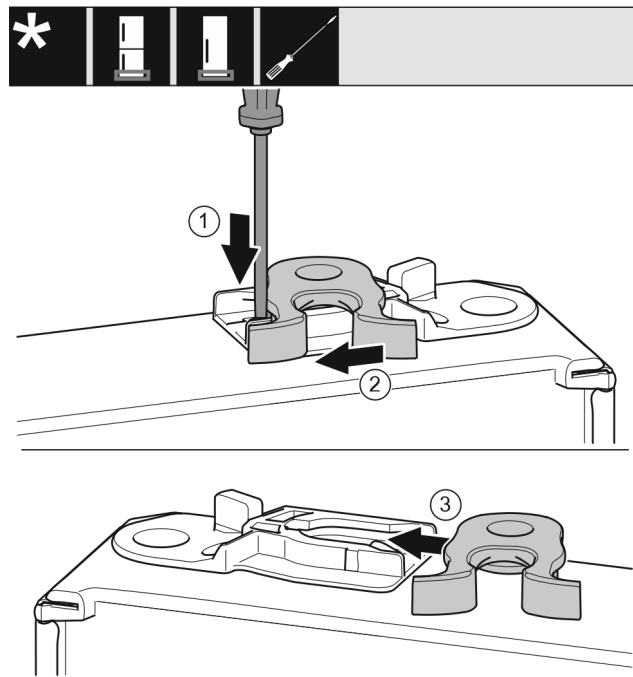

Fig. 46 *
- Pousser la languette Fig. 46 (1) vers le bas avec un tournevis plat.*
- Retirer la gâche Fig. 46 (2) du guide.*
- Pousser la gâche Fig. 46 (3) de l'autre côté dans le guide.*